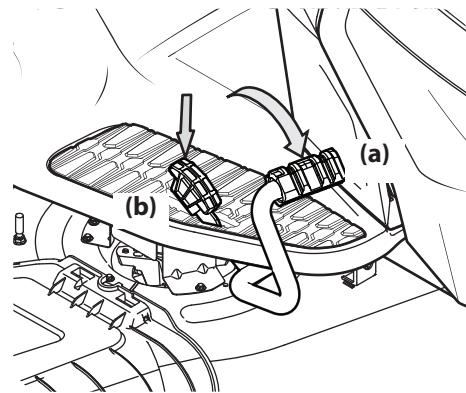

Figura 3-3
- Para conducir hacia ADELANTE, presione lentamente el pedal de marcha adelante (a) hasta alcanzar la velocidad deseada. Vea la Figura 3-3.
- Para conducir MARCHA ATRÁS, verifique que el área de atrás esté despejada; luego presione lentamente hacia adelante el pedal de marcha atrás (b) hasta alcanzar la velocidad deseada. Vea la Figura 3-3.